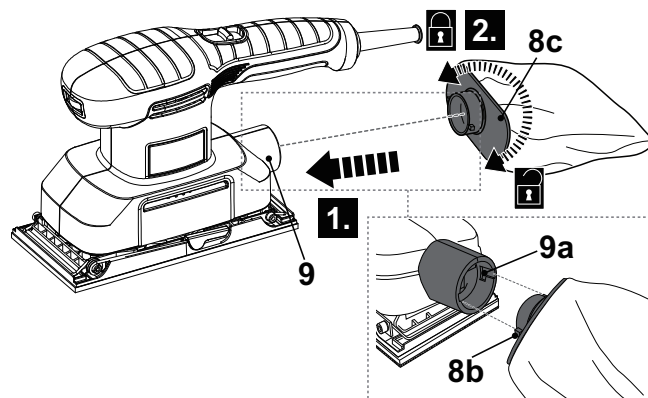

Fig. 9
- > Alignez les picots (8b) avec les encoches (9a) puis insérez l'adaptateur du sac à poussières (8c) dans la buse d'évacuation des poussières (9) jusqu'en butée (Fig. 9, étape 1).
- > Tournez l'adaptateur du sac à poussières (8c) dans le sens horaire pour le verrouiller en place (Fig. 9, étape 2).
- > Tournez l'adaptateur du sac à poussières (8c) dans le sens anti-horaire et retirez l'ensemble de récupération des poussières (8).